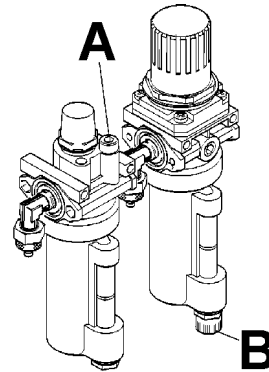

Fig. 6.0-3
H. Descargue el agua del filtro neumático cada día. Hágalo girando el pomo "B" a la derecha y empujándolo hacia arriba. El agua debe eliminarse inmediatamente. (Véase 'B' en Fig. 6.0-3).